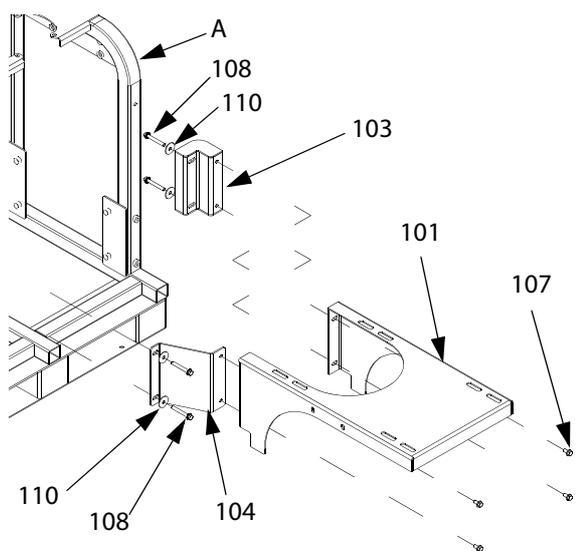

Рис. 6. Задняя часть рамы
- б. Повторите эти действия для второго бункера (D) на противоположной стороне рамы (A).
2. Монтаж бункеров (D) на заднюю часть рамы (A). См. Рис. 6.